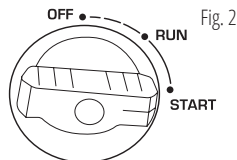

Fig. 2
4. Coloque el interruptor multifuncional en una posición entre "START" y "RUN" (fig. 2). ¡Atención! La posición del interruptor del motor depende de la temperatura ambiente y de la composición de la mezcla de gas.
8. Para arrancar los modelos KS 2100iG S, KS 3100iG S, gire el interruptor multifuncional del motor a la posición "START" (fig. 2). Tire de la manija del arrancador manual hasta sentir una ligera resistencia, luego tire con relativa rapidez. Devuelva lentamente la manija del arrancador manual con la mano, no la suelte bruscamente. Gire el interruptor multifuncional del motor a la posición "RUN" (fig. 2).
3. Gire el interruptor multifuncional del motor a la posición "START" (fig. 2).